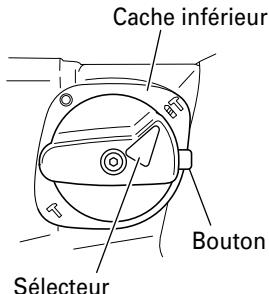

Fig. 5
(1) Commutation sur "rotation + percussion"
- Aligner ▲ du levier de sélection sur  du support de levier comme indiqué sur la Fig. 5.